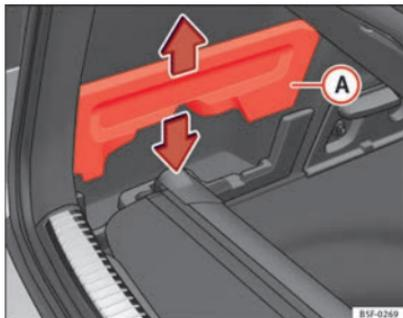

Fig. 96 Dans le coffre à bagages : logement pour ranger la plage arrière.
- Retirez les couvercles ⇒ fig. 96 A gauche et droit.